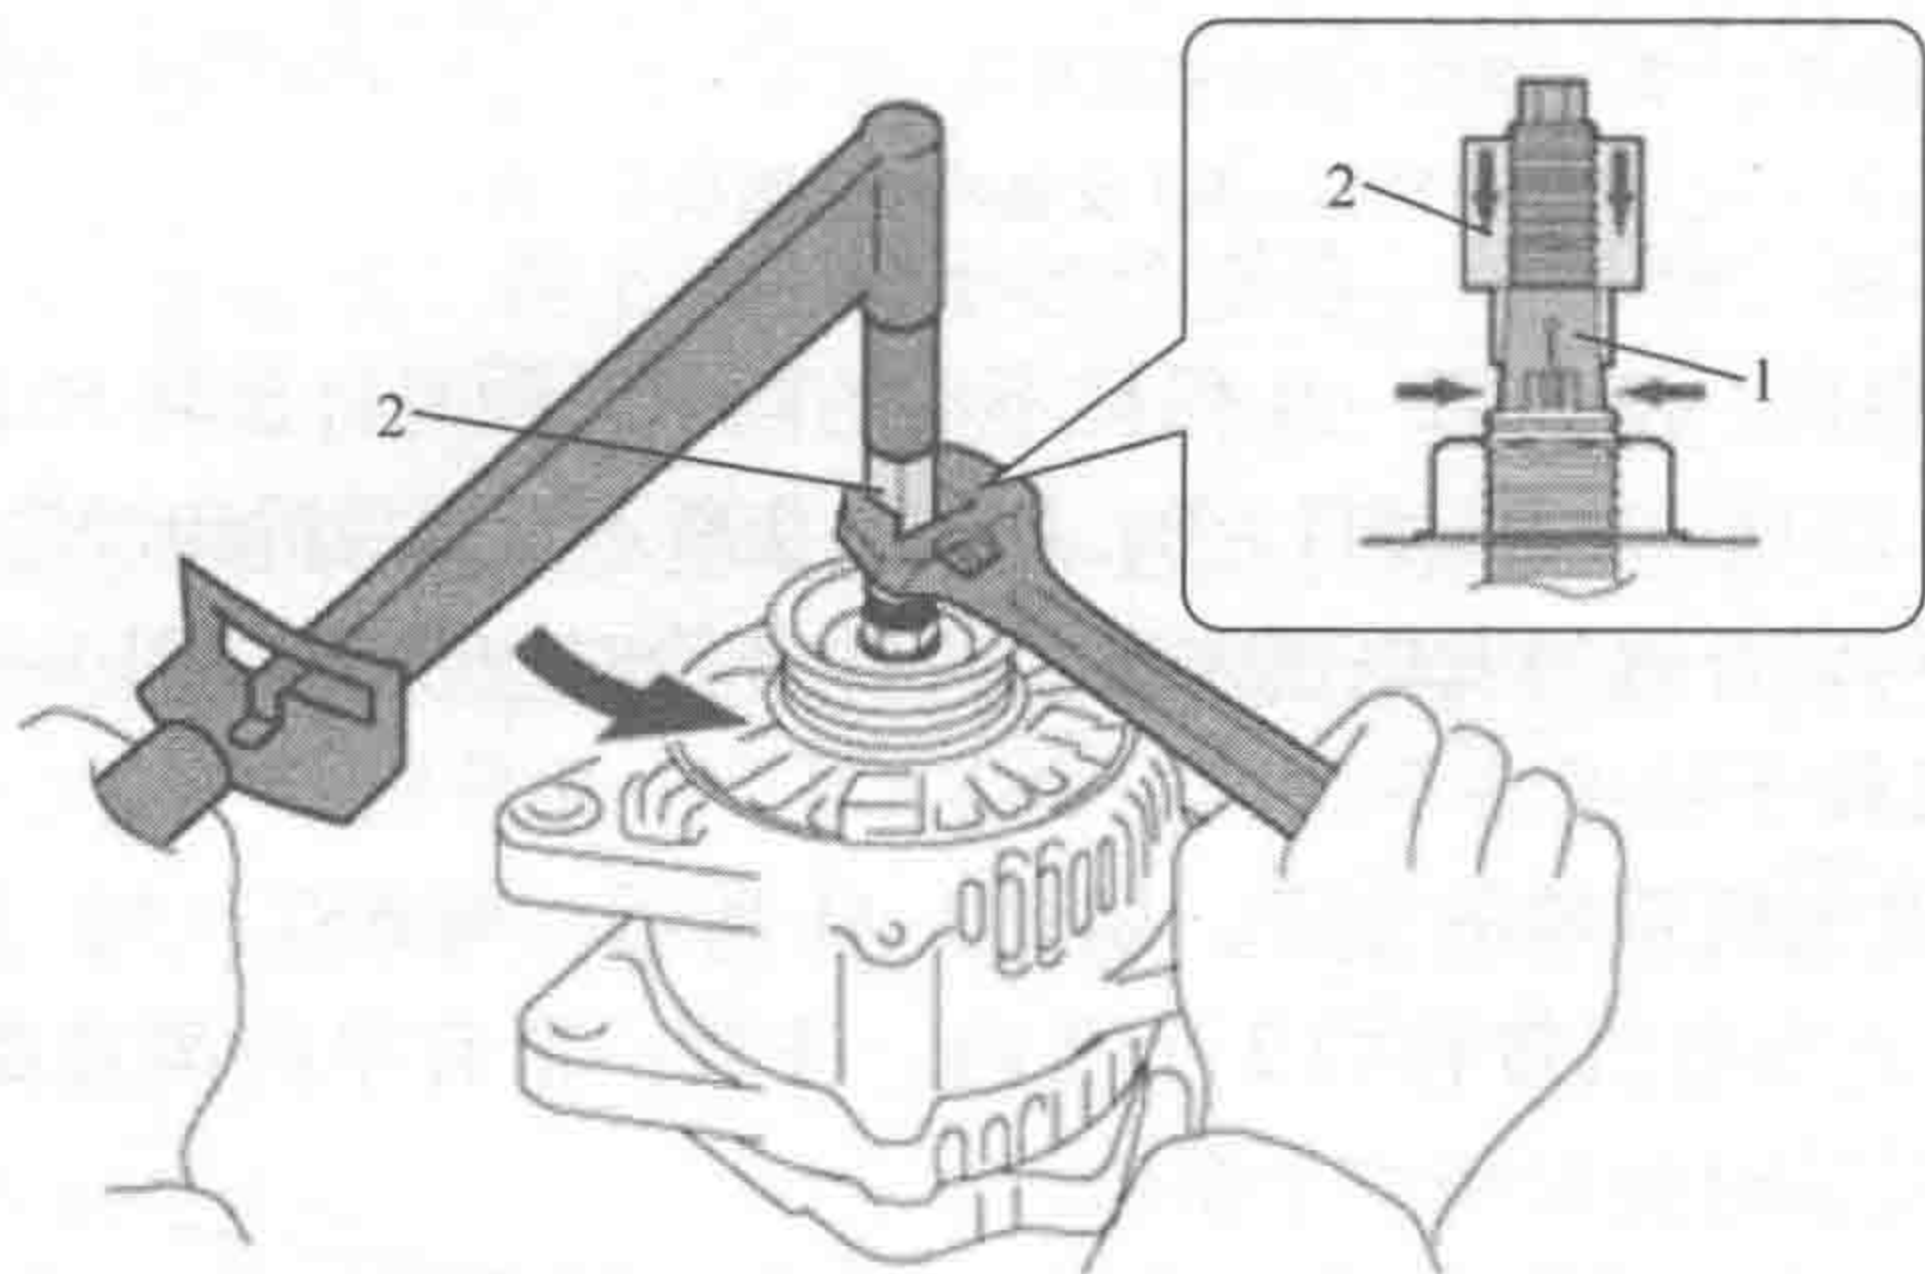

图 1-6 安装专用工具 SST1 - A 和 SST1 - B
(1) 拆卸发电机带轮 拧松带轮固定螺母时，它随轴一起旋转。所以要用 SST 使螺母保持不动，旋转轴来拆卸螺母。如图 1-6 所示，在带轮轴的末端安装 SST1-A 和 SST1-B。将 SST1-A 和 SST1-B 拧紧到指定转矩 $39.2\text{N} \cdot \text{m}$ ($400\text{kgf} \cdot \text{cm}$)，将 SST1-A 固定在带轮轴上。